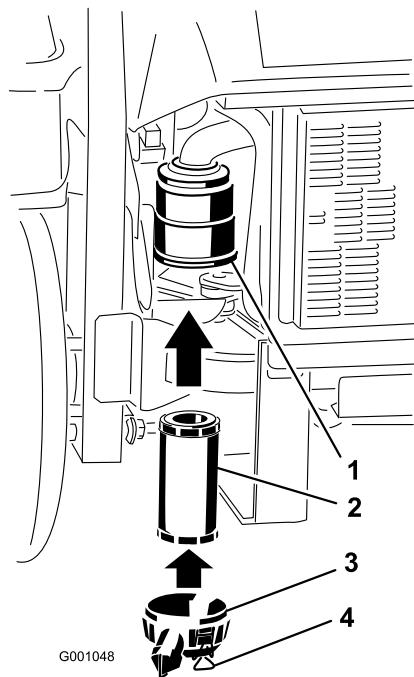

Figura 31
2. Inserite con cautela il filtro nel relativo corpo (Figura 31). Premete sul bordo esterno del filtro mentre lo inserite, per accertarvi che venga inserito a fondo.
3. Montate il coperchio del filtro dell'aria ed i dispositivi di fermo (Figura 31).